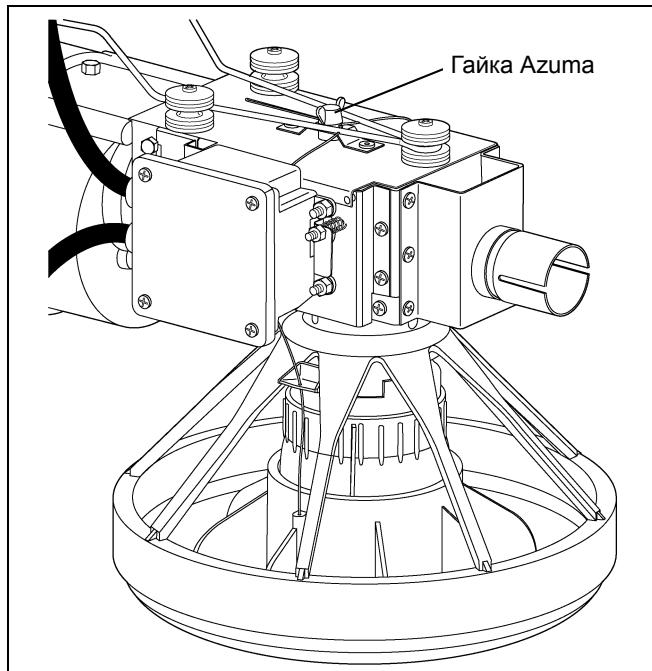

Рисунок 4R
6. Подсоедините регулировочные тросы уровня корма к гайке AZUMA, которая находится в верхней части управляющего лотка, как показано на Рисунок 4R. Описание регулировки уровня корма для получения необходимых результатов см. в сх. на стр. 18.